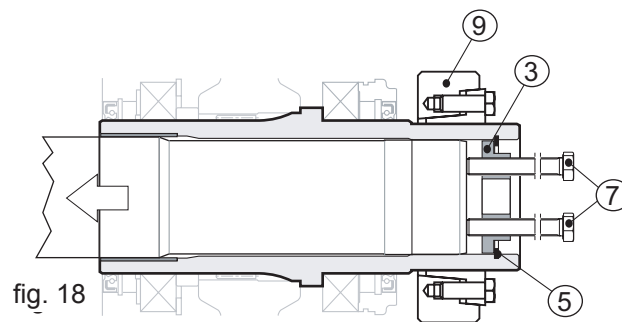

fig. 18
Insérer dans les deux orifices filetés présents sur le fond (pos. 3) 2 vis (pos. 7), visser jusqu'à les appuyer à l'arbre de la machine (pos. 1), continuer à visser de façon alternée, en faisant au maximum un tour à la fois (voir fig. 18).